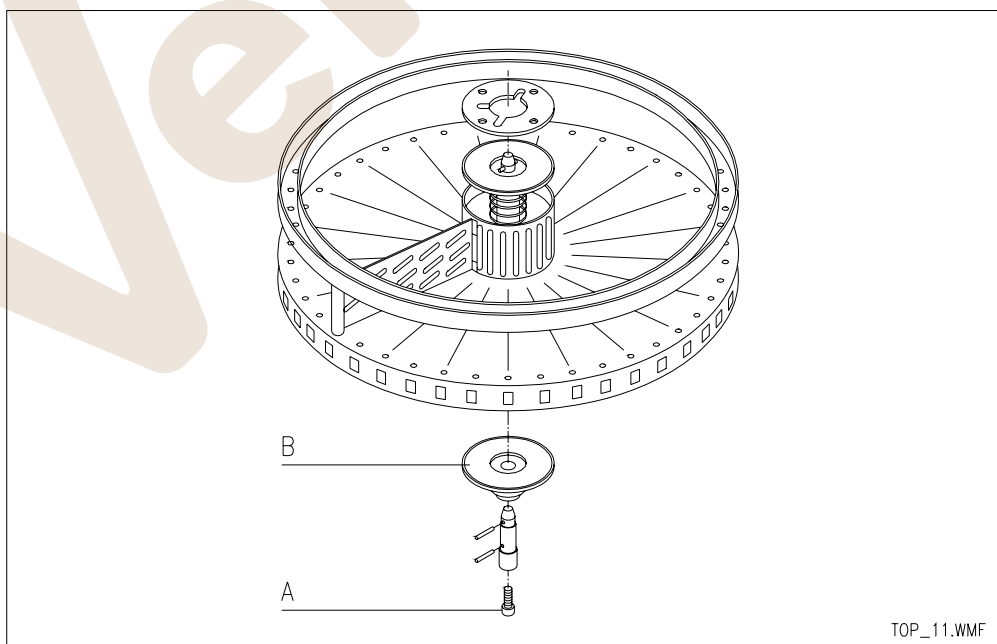

FIG. 14
- c) controlar que la distancia entre el primer cono en la zona B y la brida de arriba sea de 1207 mm.; si es necesario regular el nivel con el tornillo A (ver FIG. 14).